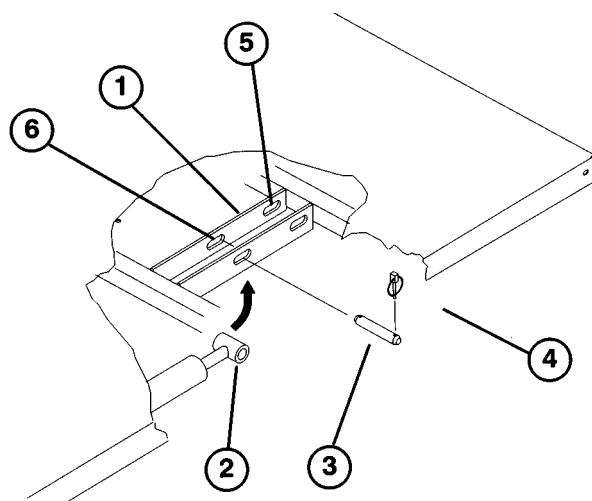

Fig. 1
2. Fjern splitterne fra yderenderne af cylinderstangens splitbolte (Fig. 1).
3. Med sænket lad fastgør hver cylinderstangsende i de korrekte udskæringer i ladets monteringsplader med en splitbolt og split. Sæt splitbolten i fra ladets yderside med splitten vendt mod ydersiden (Fig. 1). De bageste udskæringer er beregnet til montering af lad i fuld størrelse og de forreste udskæringer til lad i 2/3 størrelse.